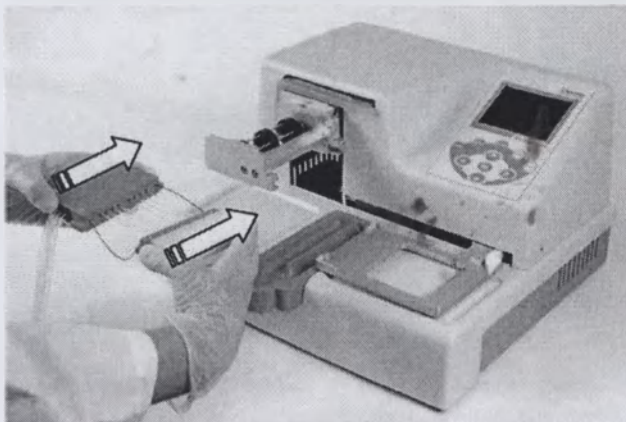

Рисунок 4-11. Установка кассеты для диспенсирования
1. Возьмите нижнюю часть кассеты с защитой наконечников (только в случае кассет с трубками малого диаметра) в правую руку, так чтобы наконечники кассеты были обращены вниз, а верхнюю часть в левую руку (рисунок 4-11).